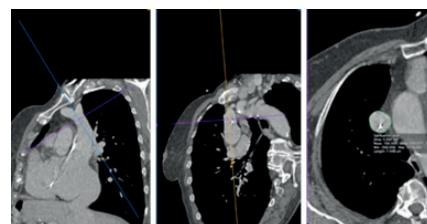

Figura 4: aggiustamento dei piani
1. Mettere l'intersezione del centro della linea al punto di interesse. Ripetere l'operazione per i 3 piani presentati nella schermata MPR 3D (Figura 4).